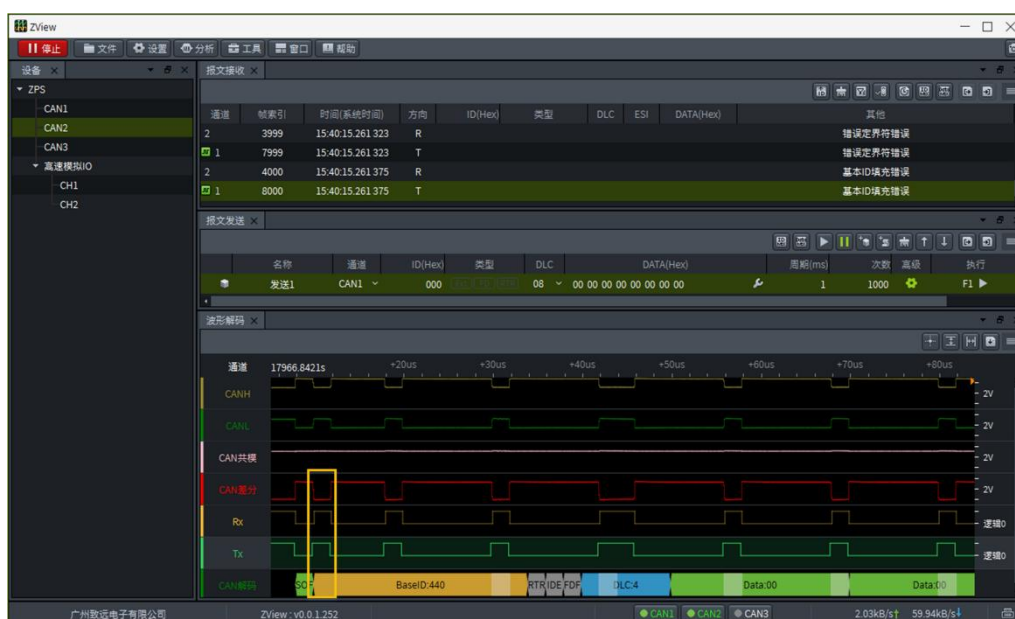

图 6.31 错误发送实现结果
(3) 例如发送标准 ID 干扰, 其实现结果如图 6.31 所示, 可看到发送数据的标准 ID 位的第一位被干扰成了隐性位。